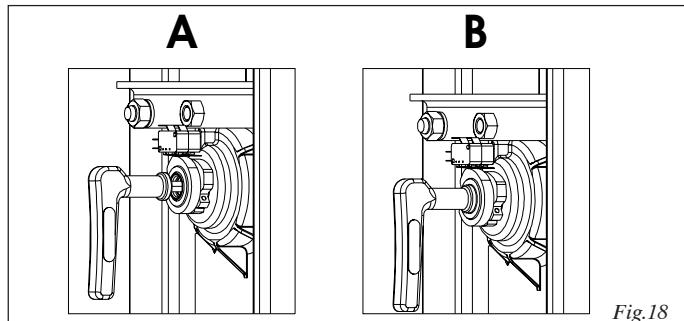

Fig.18
- inserire la chiave speciale che si trova dentro il montante nel foro di sblocco (fig.18 rif.A) e ruotare in senso orario di alcuni giri fino a battuta meccanica.
**Attenzione: Sulla chiave di sblocco è presente un bordo circolare che si deve appoggiare all'albero (fig.18 rif.B), una volta raggiunta questa posizione non continuare a ruotare la chiave di sblocco per evitare di compromettere la funzionalità del sistema stesso.**